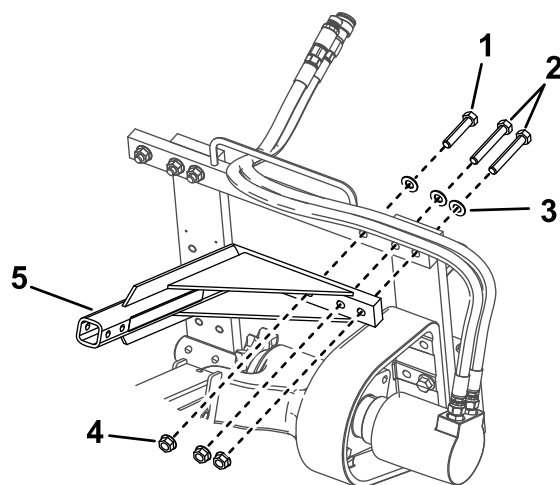

Figure 4
1. Retirez les boulons, les rondelles et les écrous à embase situés sur le coin supérieur gauche du bâti de la trancheuse (Figure 4).
2. À l'aide des fixations enlevées précédemment, montez la barre de sécurité de la trancheuse comme montré à la (Figure 4).